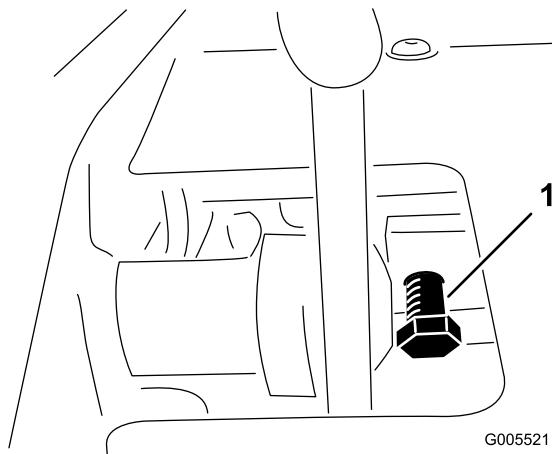

Figure 56
1. Desserrez l'écrou de la vis de blocage (Figure 56).